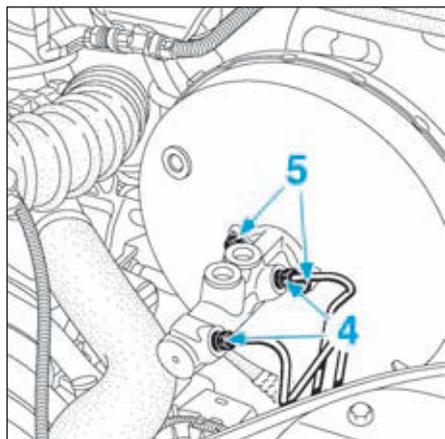

FIG.13
- les tuyaux de frein (4) du maître-cylindre en prenant soin de repérer leur position (Fig.13),
- les écrous de fixation (5) du maître-cylindre sur le servofrein,